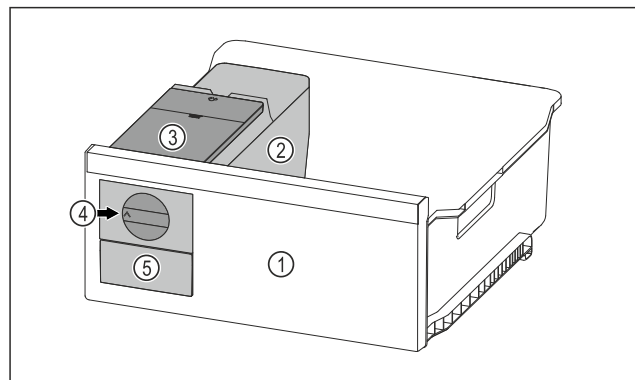

Fig. 108 Immagine a titolo di esempio
- Ruotare la manopola Fig. 108 (4) verso destra finché non si arresta.
- I cubetti di ghiaccio cadono dalla ciotola dei cubetti di ghiaccio nel cassetto dei cubetti di ghiaccio Fig. 108 (5).